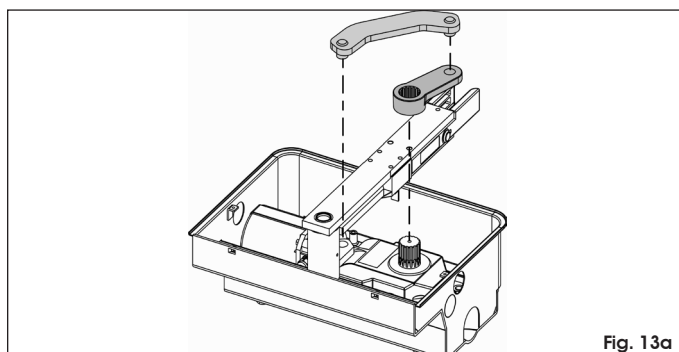

Fig. 13a
2. Posizionare l'operatore sulle apposite viti di fissaggio presenti sul piano della cassetta portante e fissarlo tramite i dadi e le rondelle in dotazione (fig. 13a e 13b).
3. Chiudere manualmente l'anta ed inserire le leve di trasmissione in dotazione come da Fig. 13a.